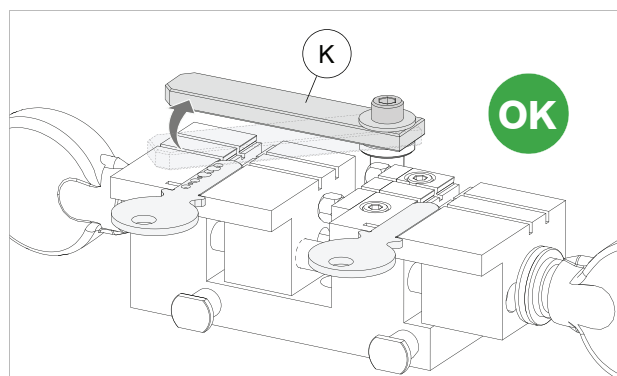
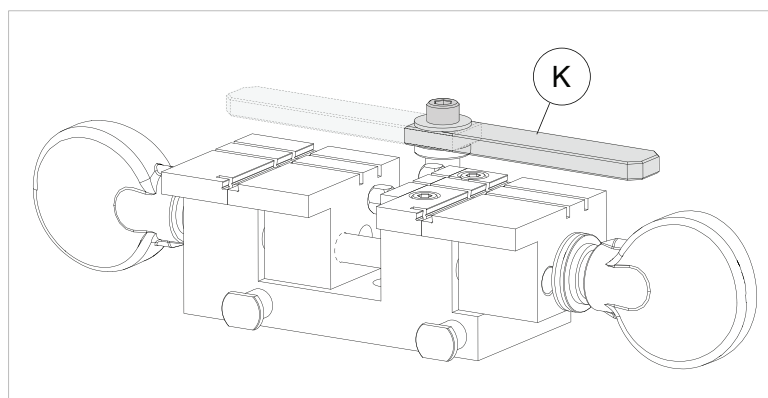

Fig. 22
Fig. 23 - posiciones de reposo
- d) controlar que la barra de alineación llaves tubulares (K) esté en la posición de reposo (Fig. 22 y Fig. 23).